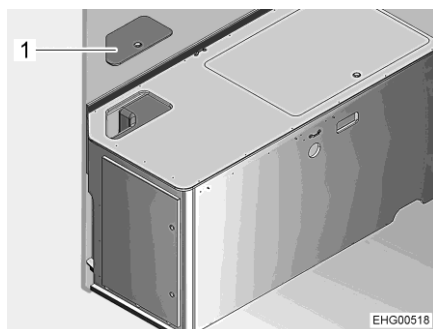

Fig. 139 Coffre de banquette gauche
- Retirer le couvercle de service (Fig. 139,1).